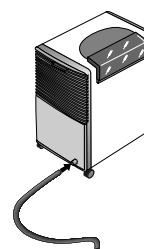

Fig. 3
- 2) Percer le réservoir à l'intérieur du bec. Il est conseillé d'utiliser une foreuse avec une fine mèche (fig. 3).
- 4) La porte de l'appareil est munie d'un orifice pour le passage du tuyau (fig. 3). Vous pouvez faire passer le tuyau à travers la porte, en utilisant l'orifice prédisposé en correspondance du bec du réservoir. Pour cela, il suffit de percer le plastique avec un cutter en suivant le tracé prédisposé à cet effet (fig. 3).